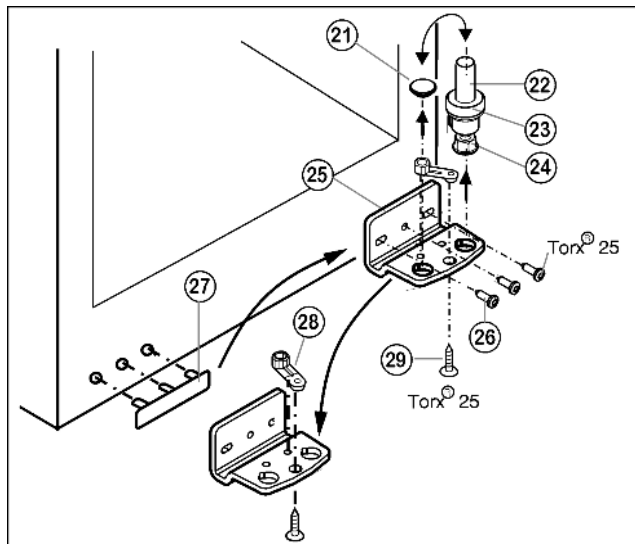

Fig. 5
- Ložiskový čep Fig. 5 (22) včetně podložky Fig. 5 (23) a seřizovací nožky Fig. 5 (24) vytáhněte nahoru.
- Zátku Fig. 5 (21) odstraňte.
- Stojan ložiska Fig. 5 (25) odšroubujte Fig. 5 (26).
- Ložiskový díl Fig. 5 (28) odšroubujte Fig. 5 (29) a přemístěte jej do protilehlého upínacího otvoru stojanu ložiska, pak ho znovu pevně přišroubujte.
- Krytku na straně madla Fig. 5 (27) opatrně vytáhněte a přemístěte na druhou stranu.
- Stojan ložiska Fig. 5 (25) na nové straně závěsu zase přišroubujte příp. pomocí akumulátorového šroubováku (momentem 4 Nm).
- Zátku Fig. 5 (21) zase vložte do druhé díry.
- Ložiskový čep Fig. 5 (22) včetně podložky a seřizovací nožky zase nasadte. Přitom dávejte pozor, aby zajišťovací váčka směřovala dozadu.